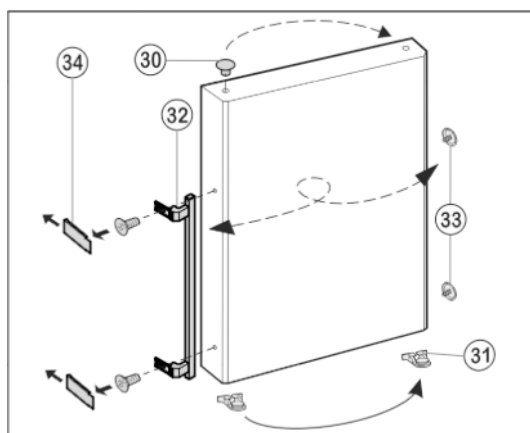

Fig. 11
- ▶ Zátka *Fig. 11 (30)* vyjměte z pouzdra ložisek dveří a přemístěte je.
- ▶ Madlo dveří *Fig. 11 (32)*, zátka *Fig. 11 (33)* a krycí destičky\* *Fig. 11 (34)* odmontujte a přemontujte na protější stranu.